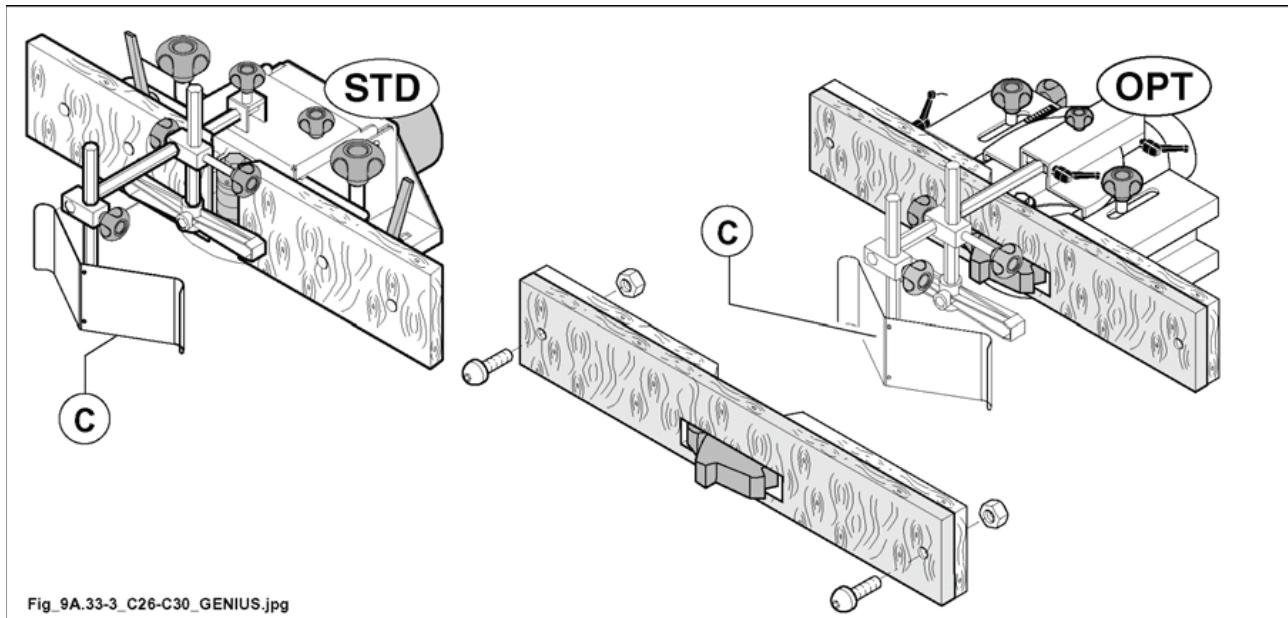

Рис. 9.33-3
В случае выполнения повторяющихся или особых операций рекомендуется изготовить дополнительную накладную линейку, закрепляемую на ограждении шпинделя и имеющую вырез в месте нахождения инструмента. Накладная линейка крепится к основным линейкам двумя винтами с гайками M8 (рис. 9.33-3).
- Установить горизонтальный прижим С (рис. 9.33-3) таким образом, чтобы он смог защитить оператора в случае вылета фрагментов детали или инструмента.